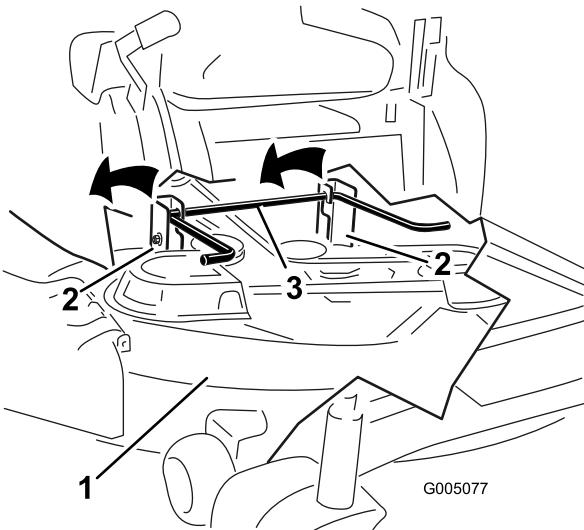

Figura 56
5. Eleve la carcasa de corte y separe ésta y las pletinas de suspensión de la varilla de elevación trasera; luego baje el cortacésped con cuidado al suelo (Figura 56).
5. Eleve la parte trasera de la carcasa de corte y coloque las pletinas de suspensión sobre la varilla de elevación trasera (Figura 56).